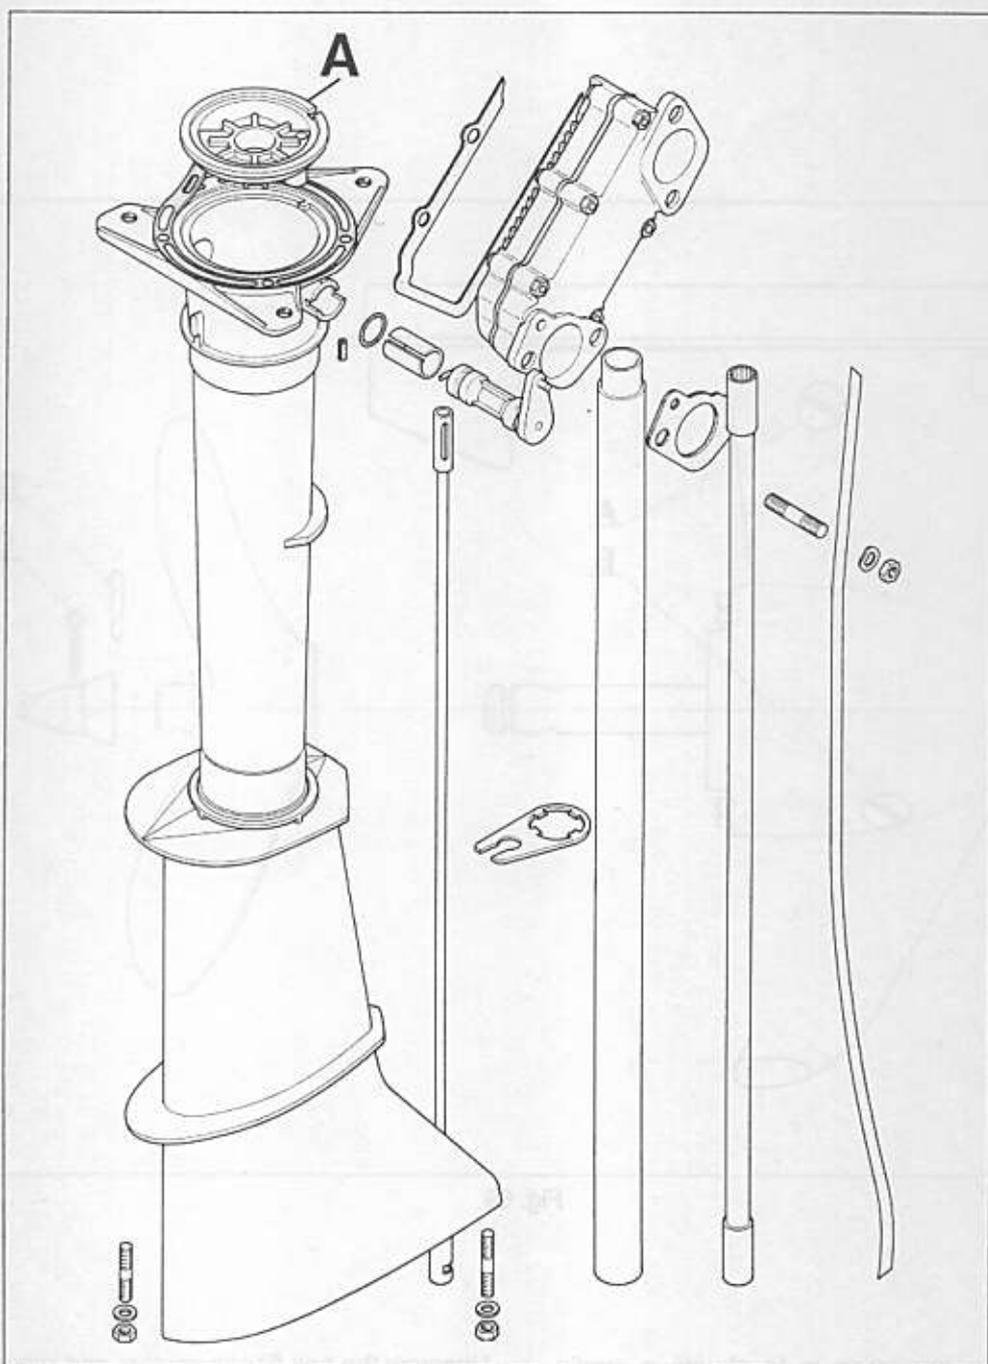

Fig. 68
- The cap A is firmly riveted (Fig. 68) — 80 cc models.
- La flangia A sia ben fissata (Fig. 68) nei motori con 80 cm3.